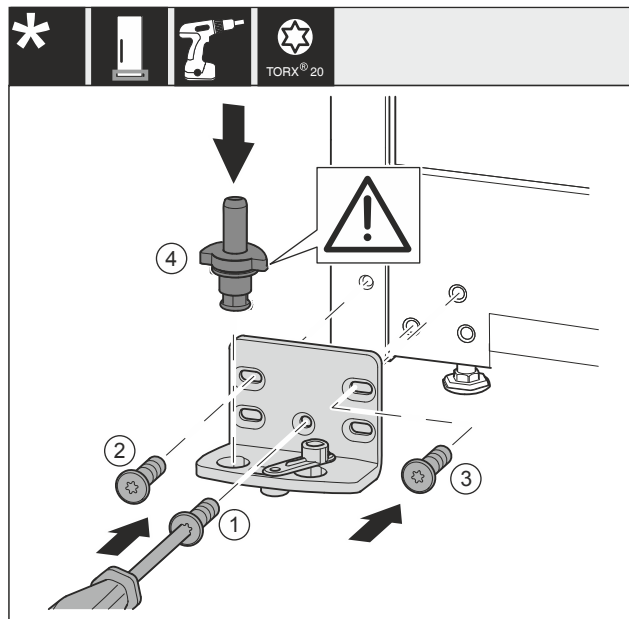

Fig. 38 *
- ▶ Applicare il blocco di supporto sull'altro lato e avvitarlo con l'aiuto di un cacciavite. Iniziare dalla Fig. 38 (1) in basso al centro.*
- ▶ Stringere la vite Fig. 38 (2) e Fig. 38 (3)*
- ▶ Inserire completamente i perni di supporto Fig. 38 (4). Facendo ciò assicurarsi che la camma di arresto sia rivolta all'indietro.*